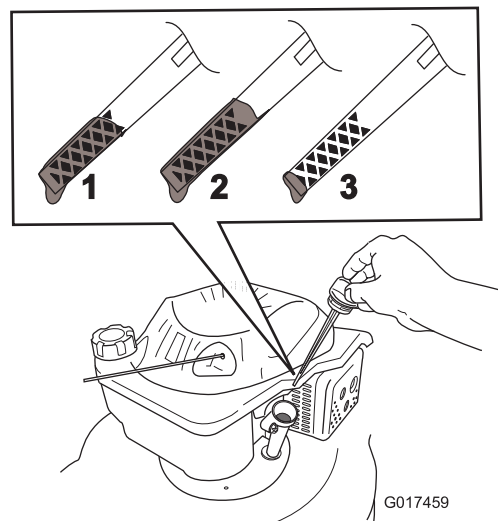

Figure 12
2. Retirez la jauge (Figure 12).
5. Sortez de nouveau la jauge et vérifiez le niveau d'huile; voir Figure 12.